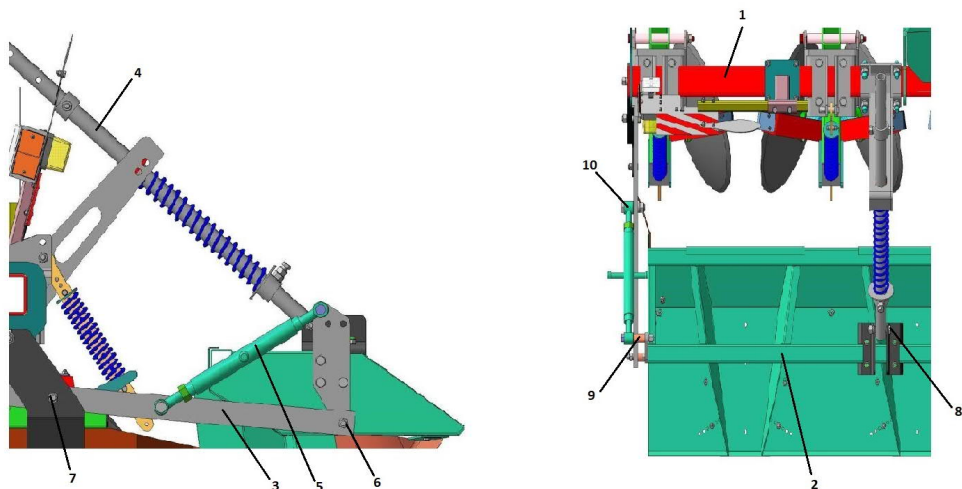

Рисунок 6 – Схема подсоединения гребнеобразователя
- изменение величины гребня и его плотности производится изменением положения гребнеобразователя относительно рамы культиватора, регулировка производится изменением длины талрепа 5 (рис. 6) и длины трубы 4, плотность гребня регулируется механизмом подпружинивания расположенным на трубе 4;
5.2.4 Подсоединение гребнеобразователя к раме показано на рис. 6